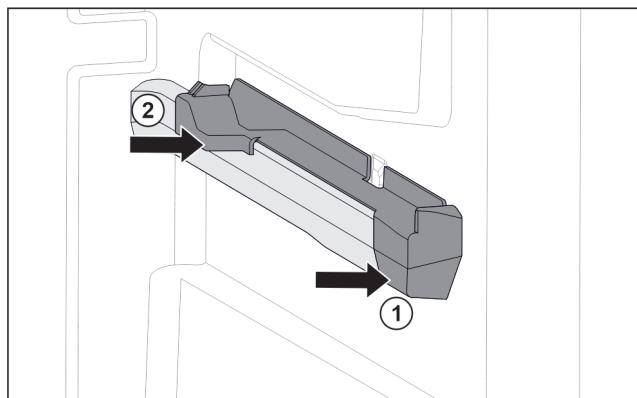

Fig. 85 Aufsteckteil auf der rechten Behälterrippe
- Aufsteckteil vorne an Behälterrippe ansetzen. Fig. 85 (1)
- Aufsteckteil hinten andrücken. Fig. 85 (2)